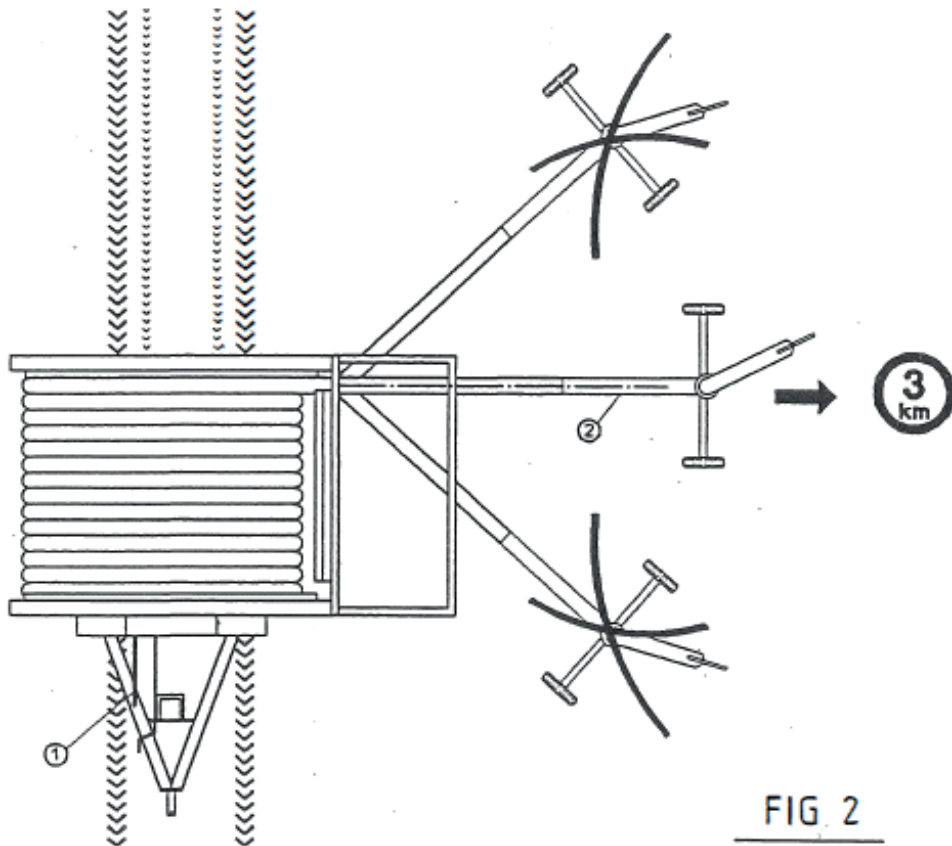

FIG 2
1. Låsepalen ved tandkransen løsnes (fig 2, pos 1)
3. Låsepalen låses (fig 2, pos 1)
6. Ventil under kanonvogn åbnes (fig 2, pos 2,) (kun ved type 3-4-5TT2.)